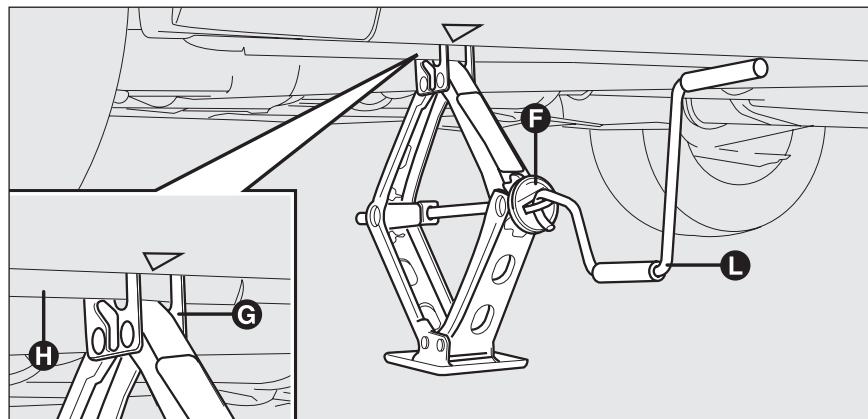

fig. 4
- ❑ accione el dispositivo **F-fig. 4** para extender el gato hasta que la parte superior del mismo **G-fig. 4** se acople correctamente dentro del dispositivo de sujeción **H-fig. 4**;
- ❑ introduzca la manivela **L-fig. 4** para accionar el gato y levantar el coche hasta que la rueda se eleve del suelo algunos centímetros;
- ☐ accione la manivela **L-fig. 4** del gato para bajar el coche y saque el gato;